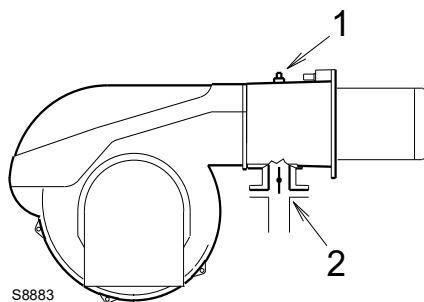

Fig. 23
Presión de gas medida en la toma 1)(Fig. 23), con:
Pérdida de carga en válvula de mariposa del gas 2)(Fig. 23) con apertura máxima: 90°.
- restar a la presión del gas en la toma 1)(Fig. 23) la presión de la cámara de combustión.
En cambio, para conocer la presión de gas necesaria en la toma 1)(Fig. 23), una vez fijada la potencia en la cual se desea que funcione el quemador con la máxima potencia:
- Leer a la derecha, en la columna 1, la presión en la toma 1)(Fig. 23).
presión necesaria en la toma 1)(Fig. 23).